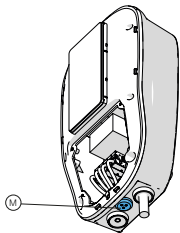

Fig. 3b
- Pour **Dazebox Home et Share T / S / TK / SK**, représenté en Figures 3b, 3c, 3d, 3e, 3f, 3g, 3h, 3i, 4b, 4c, 4d, 4e, 4f, 4g, 4h, 4i, le câble réseau blindé passe par un trou de la membrane passe-câble (M).